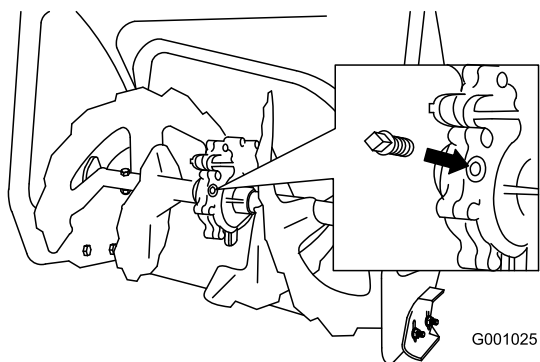

Figura41
2. Curățați zona din jurul dopului de țevă (Figura41).